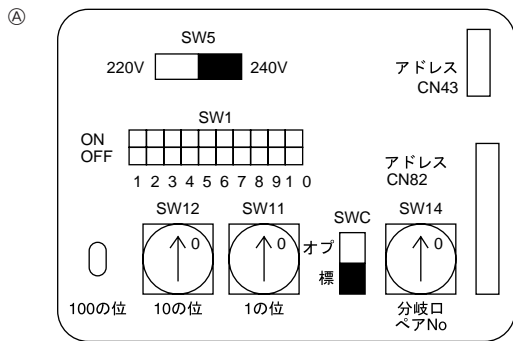

Fig. 7-4
7.3. Adressen einsetzen (Fig. 7-4)